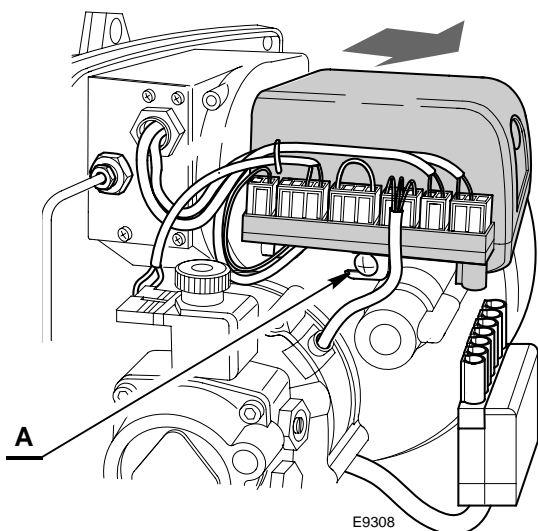

Fig. 13
Negli impianti in depressione bitubo (Fig. 13) si consiglia di far arrivare la tubazione di ritorno alla stessa altezza della tubazione di aspirazione. In questo caso non è necessaria la valvola di fondo. Se, invece, la tubazione di ritorno arriva sopra il livello del combustibile la valvola di fondo è indispensabile.
- allentare la vite A (Fig. 13) e tirare nel senso della freccia dopo aver scollegato tutti i componenti.